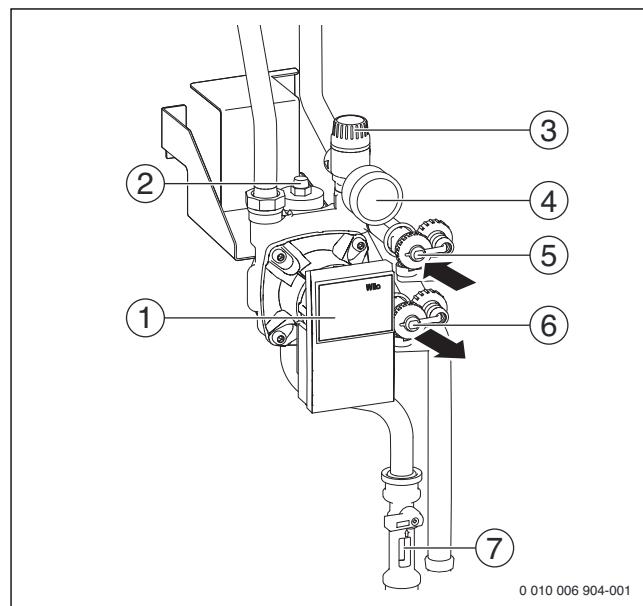

Bild 164 Übersicht Solargruppe
- ▶ Befülleinrichtung, wie in Bild 164 dargestellt, anschließen.
- ▶ Füll- und Entleerhähne (→ Bild 164, [5] und [6]) öffnen.
- ▶ Während des Spülens den Füll- und Entleerhahn an der Saugseite (→ Bild 164, [6]) mehrmals kurzzeitig drosseln und anschließend schnell komplett öffnen. Dadurch können sich gestaute Luftblasen in der Rohrleitung lösen.